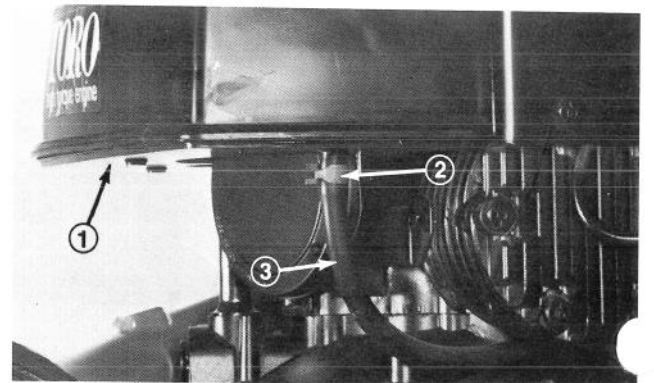

Abb. 29
1. Zündkerze herausnehmen (Abb. 29).
1. Klemme, welche die Brennstoffleitung auf der Benzintankfassung hält, zusammendrücken (Abb. 29); dann die Klemme der Brennstoffleitung entlang schieben.